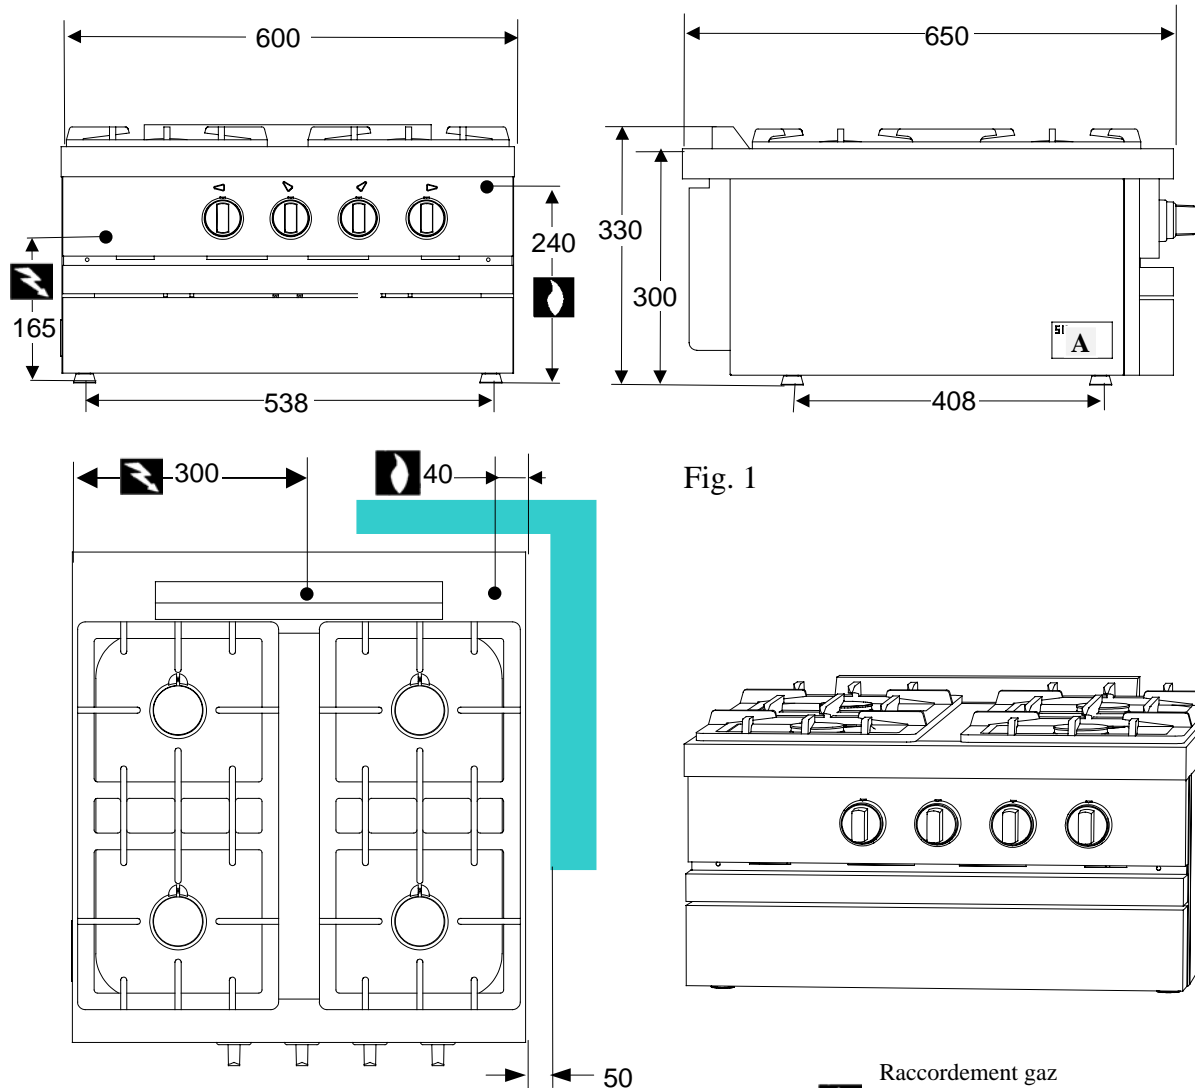

Fig. 1
- (FR)** Le parfait état de propreté des canalisations, afin d'éviter l'obstruction des injecteurs et le dysfonctionnement des têtes magnétiques. Le gaz pour lequel l'appareil à été réglé : plaquette signalétique (A fig. 1) et marquage. La compatibilité de la section des canalisations d'alimentation avec la puissance de l'appareil (voir annexe 2). La conformité du débit d'air neuf (voir tableau 1).
(GB) Pipework is perfectly clean in order to prevent the injectors becoming blocked and malfunctioning of the magnetic heads. The gas for which the appliance was set up: rating plate (A fig. 1) and markings. Cross-sectional area of gas supply pipework is compatible with the appliance's thermal output (see Appendix 2). Correct fresh air flowrate (See table 1).
(NL) Of de buisleidingen volkomen schoon zijn, om verstopping van de injectors en storingen in de werking van de magneetkoppen te voorkomen. Voor welk soort gas het apparaat is ingesteld: zie konstruktieplaatje (A fig. 1) en markering. Of de doorsnede van de toevoerbuizen afgestemd is op het vermogen van het apparaat (zie bijlage 2). Juiste doorvoerhoeveelheid verse lucht (zien tabel 1).
- (FR)** Raccord femelle Ø 15/21, filetage 1/2" gaz (fig. 1). L'arrivée de gaz n'est pas réversible.
(GB) Female coupling Ø 15/21, 1/2" gas thread (fig. 1). The gas supply connection is non-reversible as supplied.
(NL) Vrl. koppeling Ø 15/21, schroefdraad 1/2" gas (fig. 1). De gasaansluiting wordt niet-omkeerbaar geleverd.